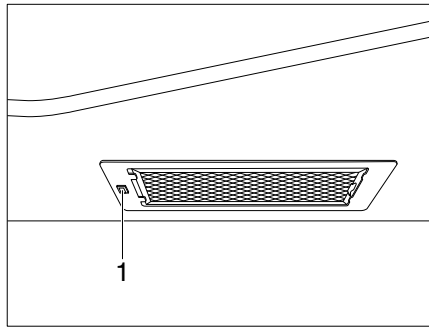

Fig. 327 Cappa di aspirazione
- Accendere e spegnere la cappa di aspirazione tramite l'interruttore (Fig. 327,1).